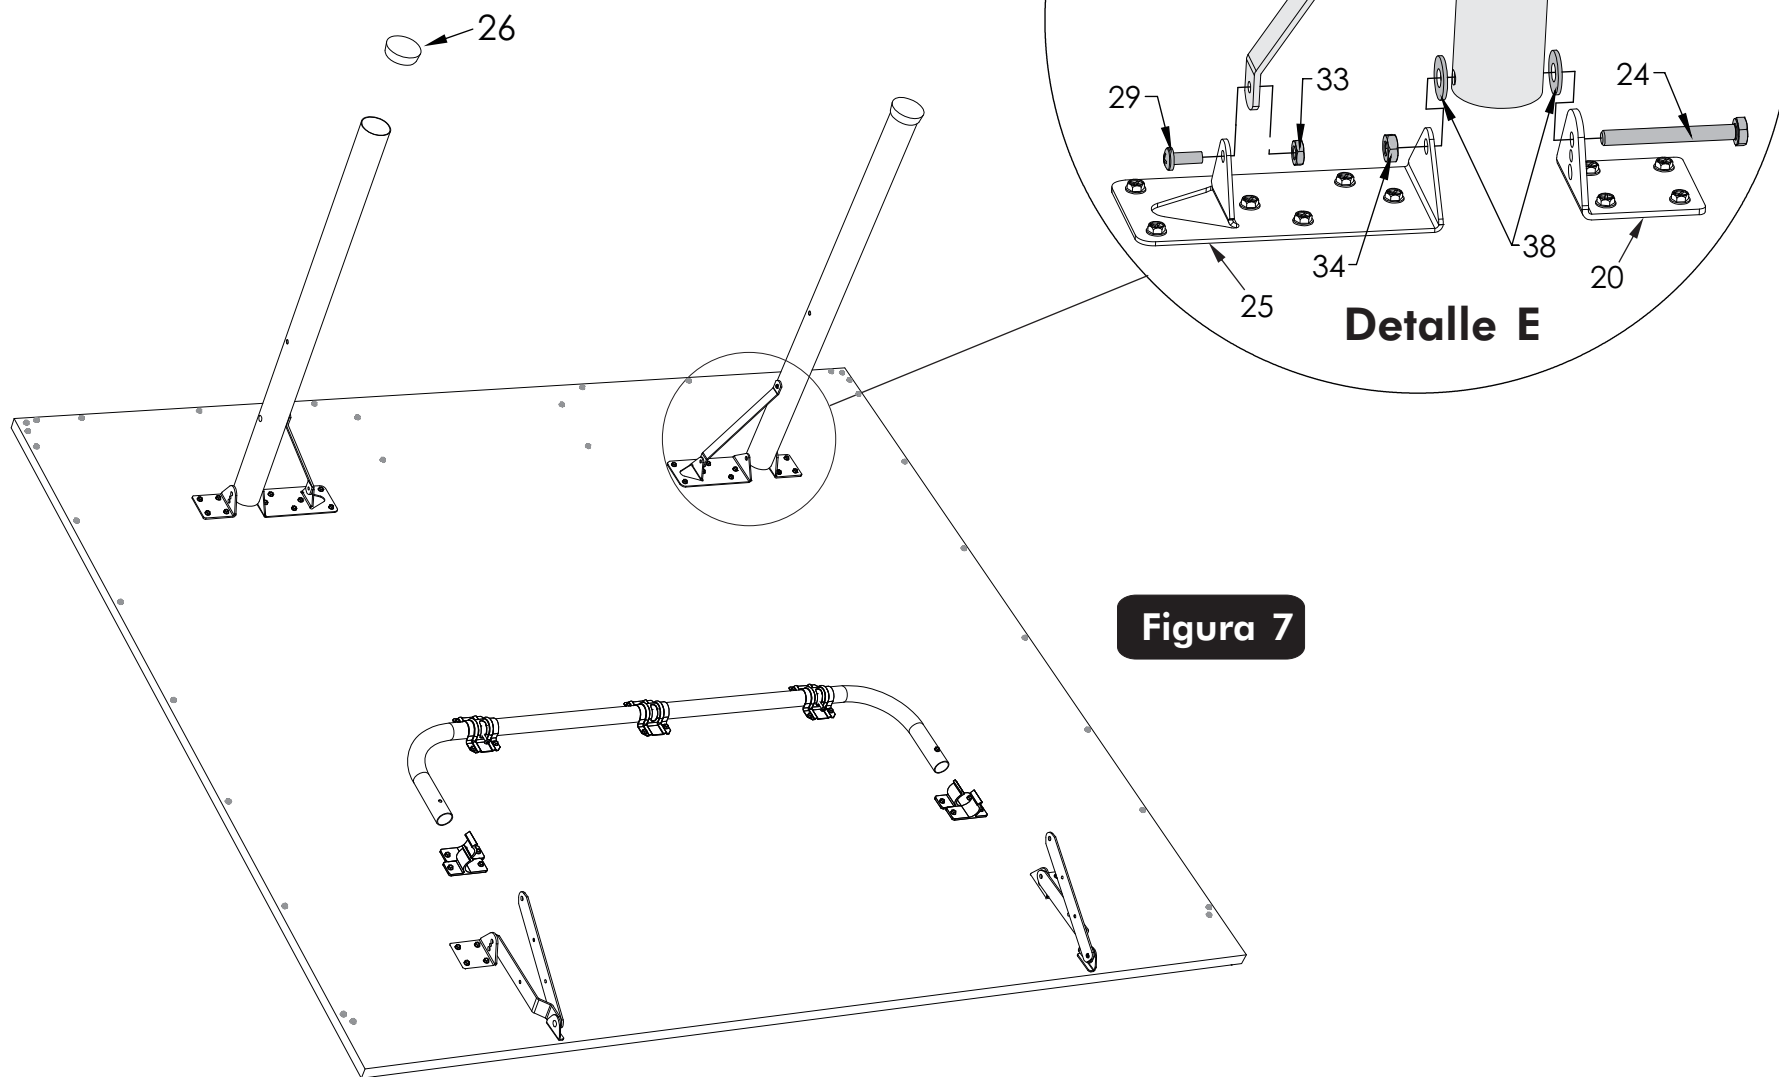

Figura 7
12. Inserte los Tapones de las patas (#26) a las Patas (#19) como se muestra en la **Figura 7**.